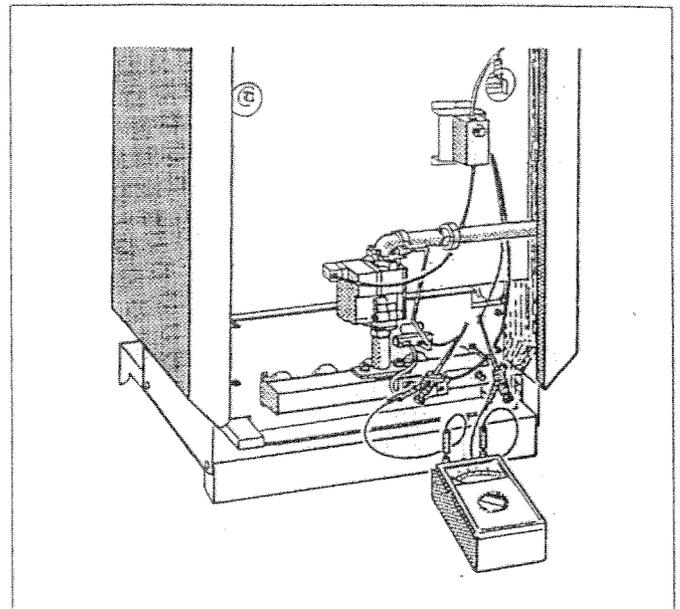

Fig. 24: Misurazione della corrente di ionizzazione
- Collegare in serie lo strumento di misura al cavo di controllo e all'elettrodo di controllo in serie (Fig. 24). Sullo strumento di misura selezionare il campo di corrente continua in μA .